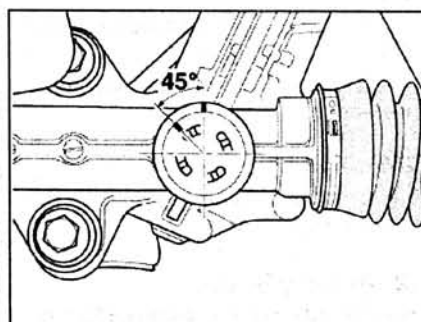

Рис. 6.21. Ослабьте регулировочный болт на 45° с помощью ключа T 50007.
17. Ослабьте регулировочный болт на 45° с помощью ключа T 50007 (рис. 6.21).